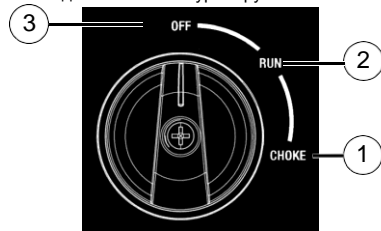

Рисунок 3-2. Положення Вимк./Увімк./Дросель
2. Див. **Рисунок 3-2**. Поверніть перемикач Вимк./Увімк./Дросель у положення ДРОСЕЛЬ (1).
5. Див. **Рисунок 3-2**. Коли двигун запуститься, поверніть перемикач Вимк./Увімк./Дросель у положення УВІМК. (2). Робота дроселя зменшується, коли диск «Вимк./Увімк./Дросель» обертається в напрямку «УВІМК.».
3. Див. **Рисунок 3-2**. Поверніть перемикач «Вимк./Увімк./Дросель» у положення «ВІМК.» (3).
1. Див. **Рисунок 3-2**. Перемкніть перемикач «Вимк./Увімк./Дросель» із положення Вимк. у положення Увімк. Це відкриє паливний клапан і дозволить запустити генератор.